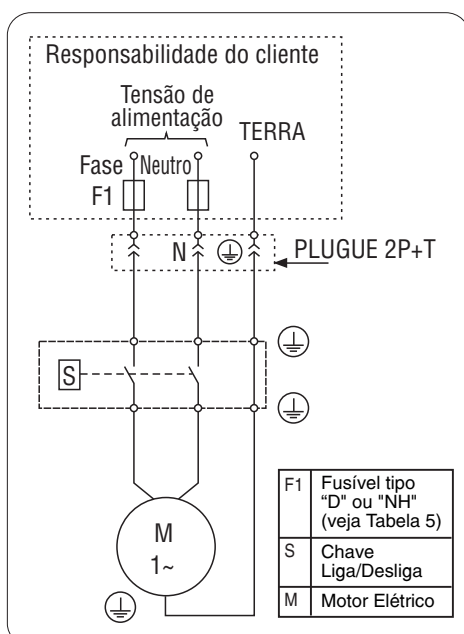

FIGURA 22 - ESQUEMA DE CONEXÃO ELÉTRICA (MOTOR COM PROTETOR TÉRMICO)
- 4.4 Para Proteção e Garantia do motor elétrico é necessário seguir a orientação da Figura 22. A não observância poderá causar a queima do motor e a perda de sua Garantia.